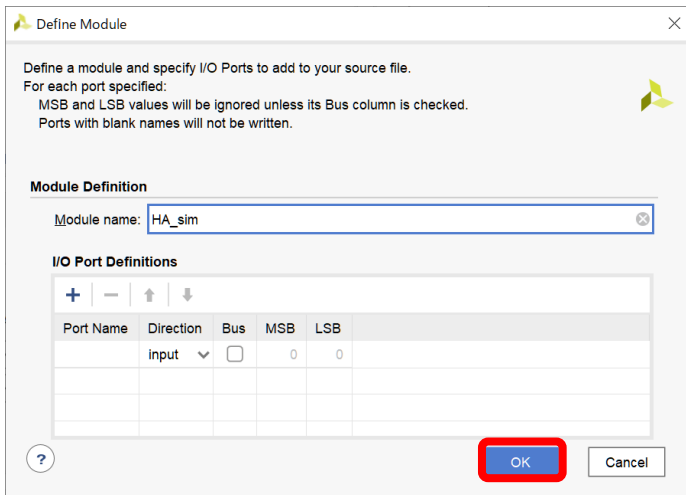

図 11.23 シミュレーションの手順 6
6) 「OK」を選択し、その後「Yes」を選択する (図 11.23)。